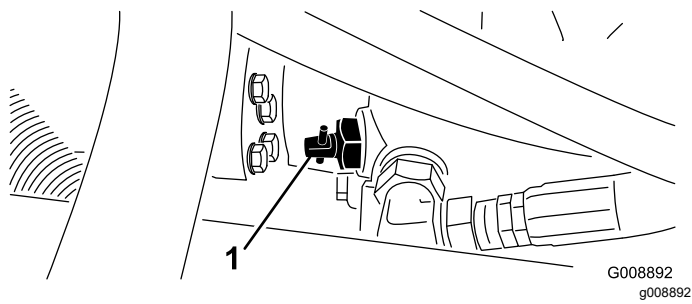

Figura 41
1. Localice la válvula de desvío en la bomba (Figura 41) y gírela 90°.